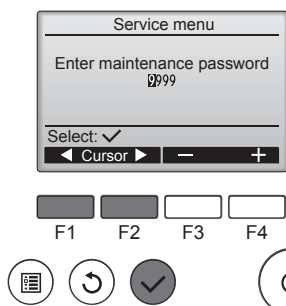

Fig. 7-2
- ① Selecteer "Service" in het Hoofdmenu en druk op de toets ✓.
- ② Wanneer het menu Service geselecteerd is, verschijnt er een scherm dat om een wachtwoord vraagt. (Fig. 7-2)